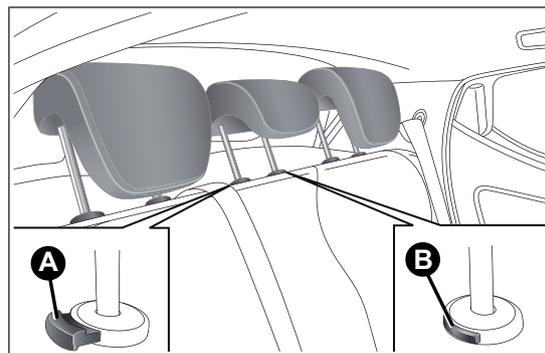

fig. 23
Regolazione verso il basso: premere il tasto A fig. 23 ed abbassare l'appoggiatesta.
- premere i tasti A e B fig. 23 a lato dei due sostegni, quindi rimuovere gli appoggiatesta sfilandoli verso l'alto.